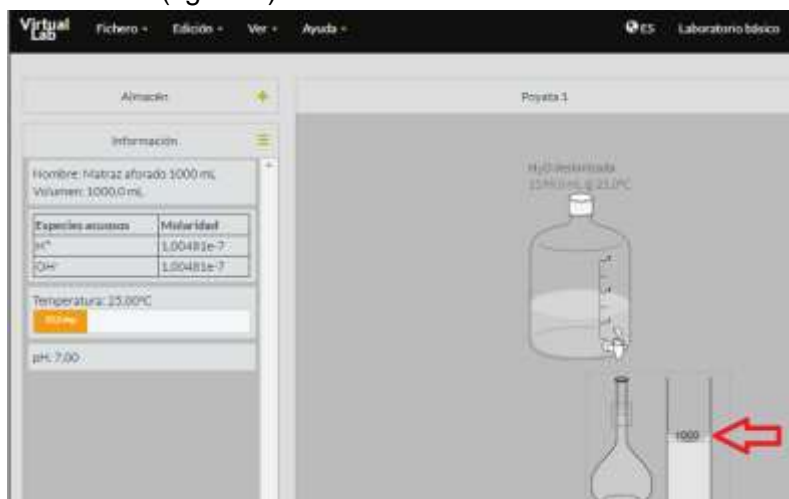

Figura 6. Simulador *Making stock solutions from solids*.
7. Coloque el agua desionizada sobre el matraz volumétrico con la mezcla y añada el volumen necesario para completar hasta la marca del aforo. La disolución así preparada es la disolución madre (figura 6).